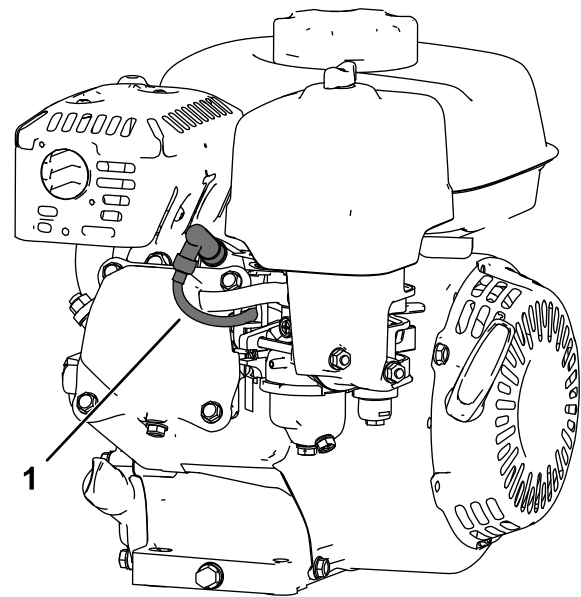

Figura 27
5. Desconecte o cabo da vela de ignição (Figura 27).